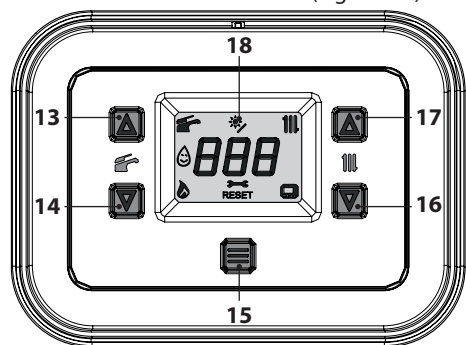
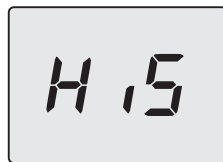

Figura 7.8
Figura 7.9
- Entrare in "modalità programmazione" premendo contemporaneamente per 5 secondi i tasti 14 e 16 (Figura 7.8) fino a far apparire sul display LCD le lettere **HiS** che indicano il menu "Storico delle caldaia" (Figura 7.9).
- Premere il tasto 15 (Figura 7.8) fino a far apparire sul display LCD le lettere **StF** (Start Full) (Figura 7.11).
- tenere premuti contemporaneamente i tasti 14 e 16 per 1 sec. (Figura 7.8) (ritorno al level